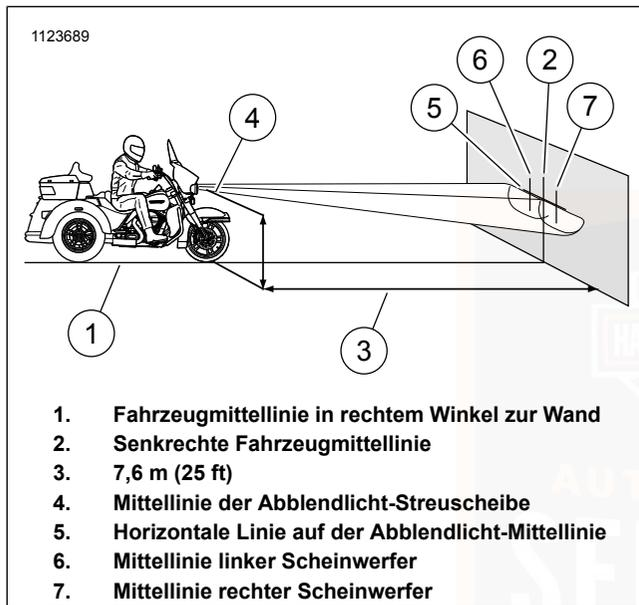

Abbildung 97. Scheinwerferausrichtung: Doppel-LED
Siehe Abbildung 97. Das Motorrad auf einer Linie (1) im rechten Winkel zur Wand parken.